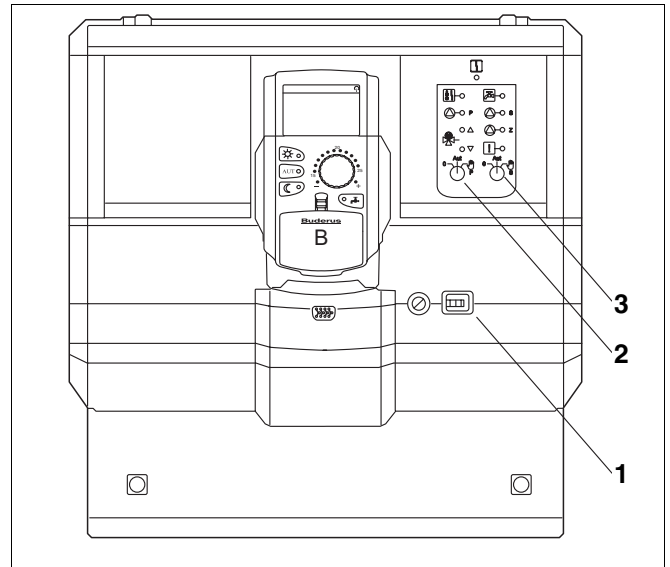

Abb. 17 Logamatic 4126
- Regelgerät am Betriebsschalter (Abb. 17, **Pos. 1**) einschalten.
- Primärkreis (Abb. 17, **Pos. 2**) am Wahlschalter  auf Hand  stellen.
- Sekundärkreis (Abb. 17, **Pos. 3**) am Wahlschalter  auf Hand  stellen.